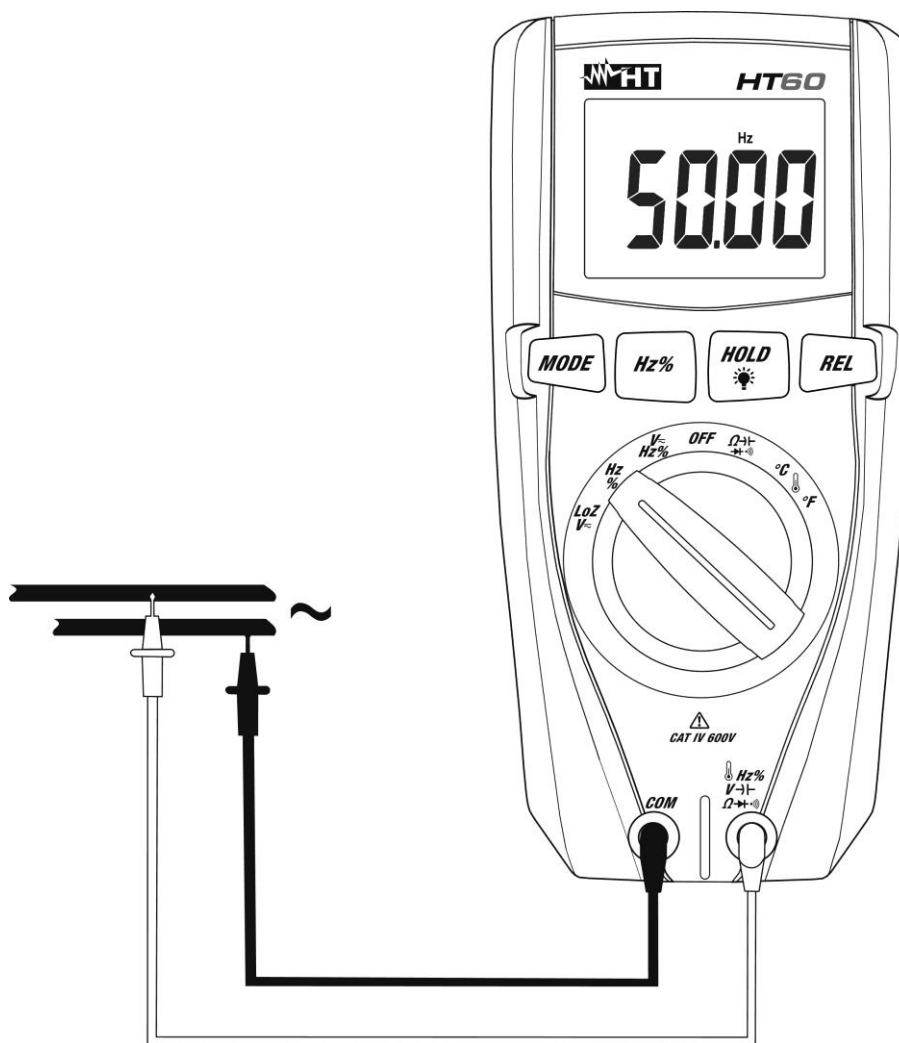

Fig. 7: Uso dello strumento per misure di Frequenza e Duty Cycle
3. Posizionare i puntali nei punti desiderati del circuito in esame (vedere Fig. 7). Il valore della frequenza è visualizzato a display